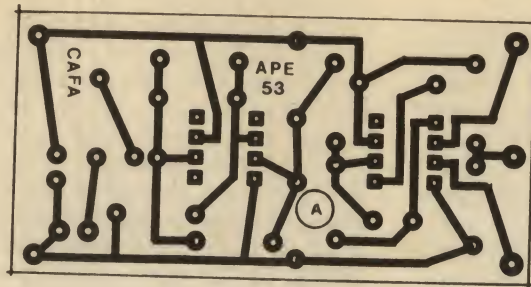

Fig.2
- FIG. 2 - LAY OUT DO CIRCUITO IMPRESSO ESPECÍFICO - São dois módulos (placas) no Impresso do CAFA... Um deles (A) conterá os componentes principais do circuito, e o outro (B) funcionará como mero sensor para as cargas/canpos elétricos. Ambos os padrões cobreados estão na figura, em seus tamanhos naturais (escala 1:1), podendo então ser copiados diretamente.... Embora não obrigatório, recomenda-se que ambas as placas (ou pelo menos a "B") seja implementadas em substratos de fibra de vidro, e não em fenolite comum, devido às melhores características isoladoras e menor retenção de umidade do primeiro material... Quanto aos aspectos práticos da confecção das placas, já foram exaustivamente mencionados e ensinados em Edições anteriores de APE...